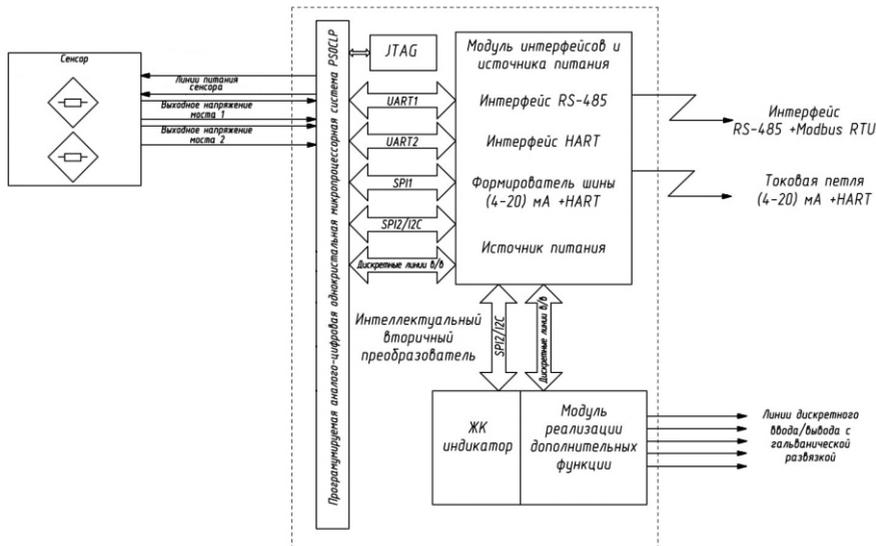

Рисунок 2 – Блок-схема датчика
1.3.1 Функционально датчик состоит из двух частей: преобразователя давления (в дальнейшем – измерительный блок) и электронного блока (рисунок 2). Датчики имеют унифицированный электронный блок. На рисунке 3 приведено схематичное расположение модулей электроники в электронном блоке.